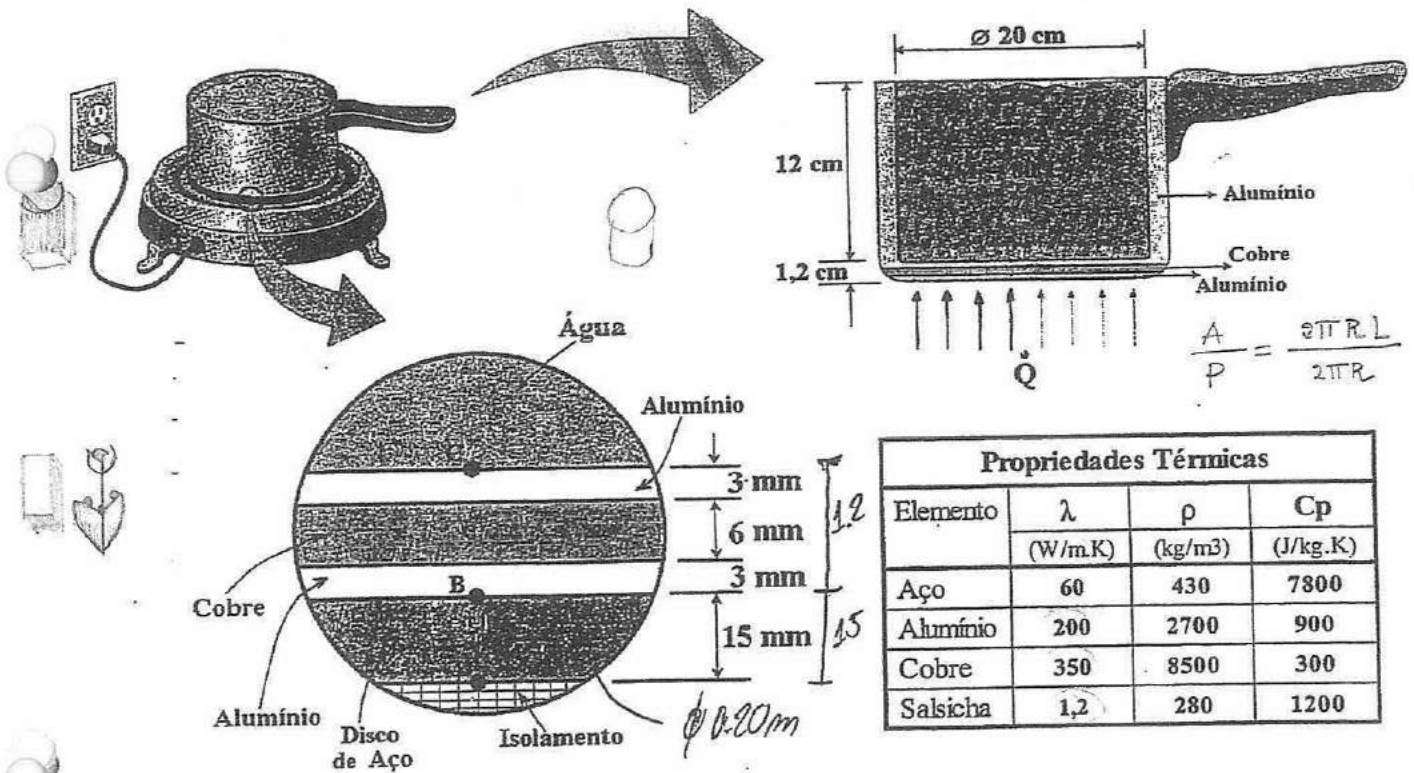

Figura 1
1. Um dispositivo composto por uma base em ferro fundido e um disco de aço com um diâmetro de 20 cm e uma espessura de 15 mm, é utilizado para o aquecimento de água colocada no interior de um tacho de alumínio, cujas dimensões estão indicadas na figura 1.
Quando o disco de aço é percorrido por uma corrente eléctrica gera-se (no seu interior) uma quantidade de calor uniforme por unidade de volume igual a $0,21 \text{ MW/m}^3$. A faces do disco estão em contacto com a base do tacho (face B) e com o isolamento (face A), como se ilustra no pormenor na figura 1. Neste pormenor, mostra ainda a constituição da base do tacho.